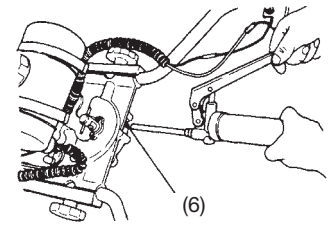

Fig. 11
- 1) Lubricar la caja de engranajes bombeando la grasa para usos múltiples a través de la boquilla de engrase cada 50 horas de operación. (Fig. 11)